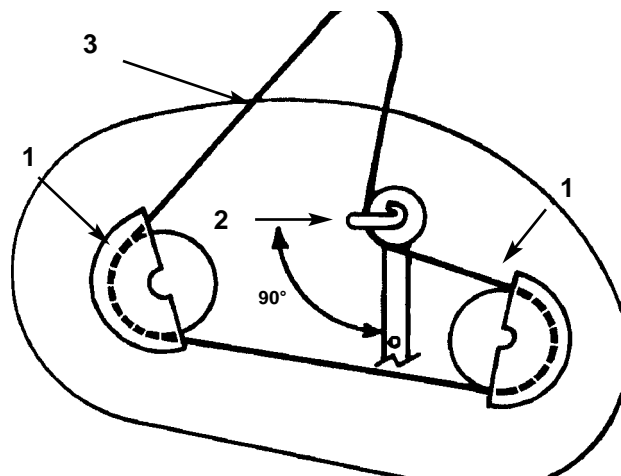

Fig. 48
2. Togliete le viti di fissaggio del coperchio della puleggia ed i coperchi di entrambe le pulegge della lama (Fig. 48).
3. Allentate il bullone ed il dado di fissaggio della puleggia folle e del guidacinghia senza toglierli (Fig. 48).
2. Posizionate il guidacinghia della puleggia folle in modo che sia posizionato a sinistra, a 90° rispetto alla leva di rinvio (Fig. 48). Serrate il bullone di fissaggio ed il dado autobloccante che fissano la puleggia folle ed il guidacinghia.
3. Montate i coperchi delle pulegge sinistra e destra con le viti di fissaggio (Fig. 48).